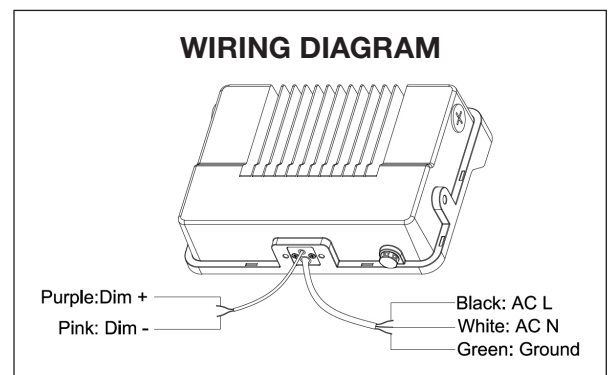

Figure 1
STEP 1: Secure the fixture using the 1/2" male thread to a 1/2" female thread in junction box (or with provided mounting plate) or landscape post as shown in Figures 1 and 2).
ÉTAPE 1: Fixez le luminaire à l'aide du filetage mâle de 1/2 po à un filetage femelle de 1/2 po dans la boîte de jonction (ou avec la plaque de montage fournie) ou le poteau de jardin comme illustré aux Figures 1 et 2).